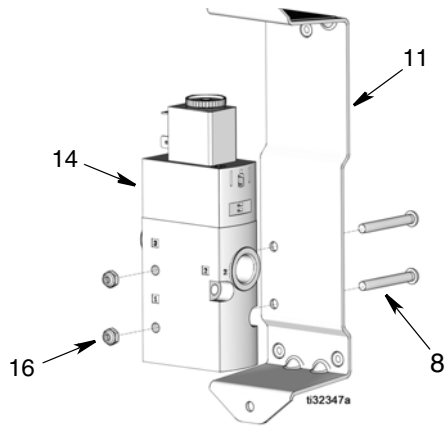

FIG. 29
2. Allineare la valvola a solenoide (14) con la staffa (11). Montare le due viti (8) e i dadi (16) come mostrato in FIG. 29 per fissare la valvola a solenoide (14) alla staffa (11). Serrare bene i dadi.